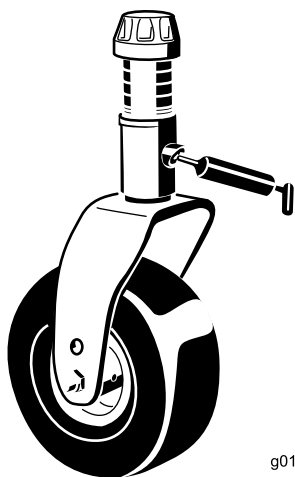

Figura 48
- Casquillo del eje de la horquilla de la rueda giratoria (1) (Figura 48)
- Casquillo del pivote del brazo tensor – situado en el brazo tensor (1)